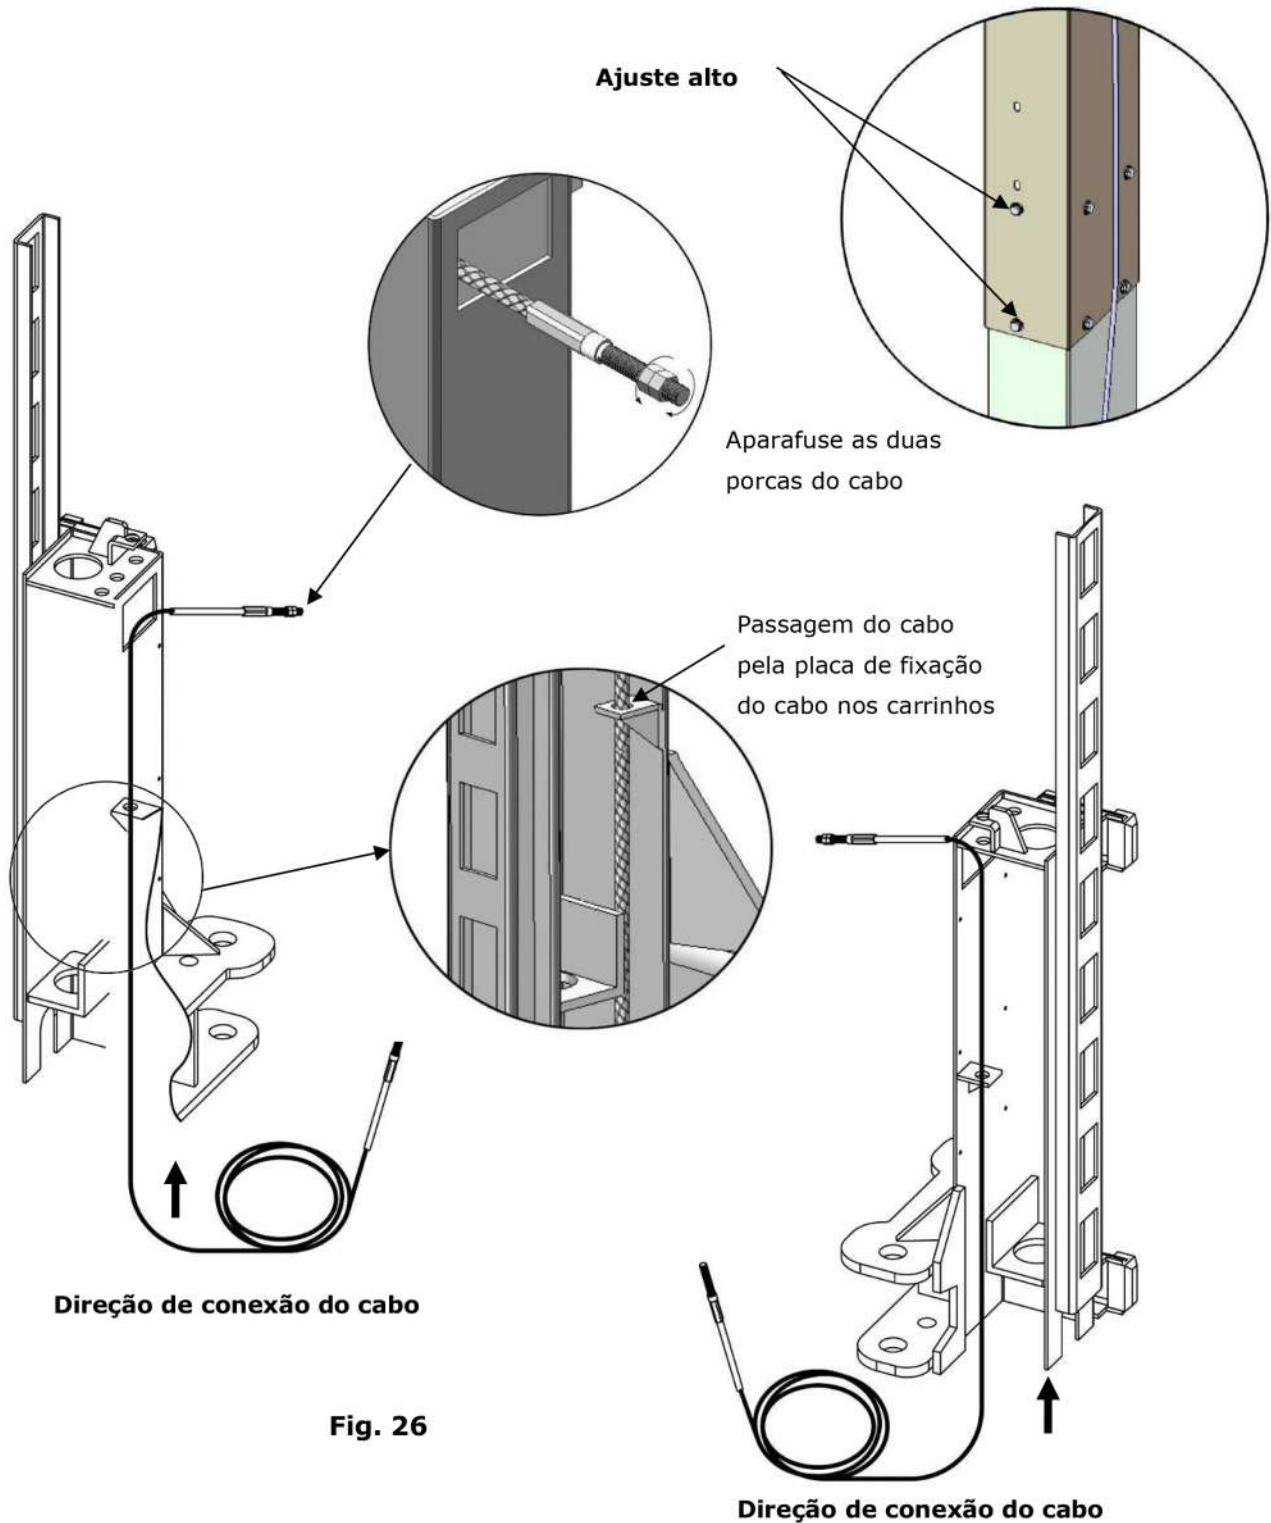

Fig. 26
2.1 O cabo passa pela parte inferior dos carrinhos e é puxado para fora da abertura dos carrinhos, depois aparafuse as duas porcas do cabo (Ver Fig. 26).